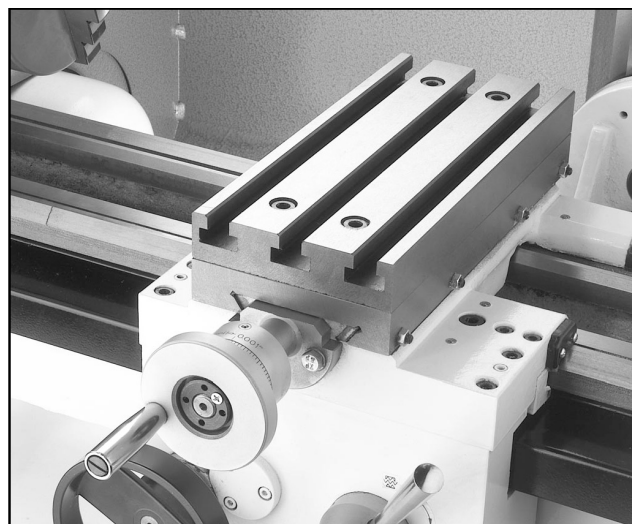

Fig. 14 Fræsebordet monteret på tværs-læde.
4. Monter fræsebordet på tværs-læden. Anvend en 6 mm indstiksnøgle for montering af bordets maskinskruer. Fig. 14 viser fræsebordet monteret på tværs-læde.